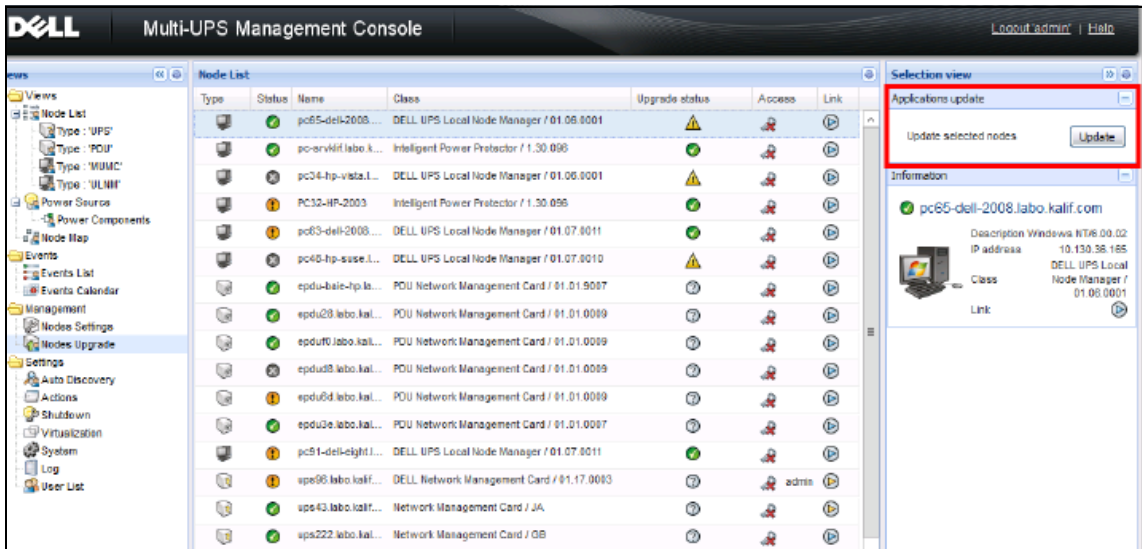

Figura 59. Visualizzazione aggiornamento/gestione nodi 2
- 1 In **Gestione**, selezionare **Aggiornamento nodi**, quindi selezionare l'applicazione (o le applicazioni) da aggiornare nell'elenco nodi (vedere Figura 59).